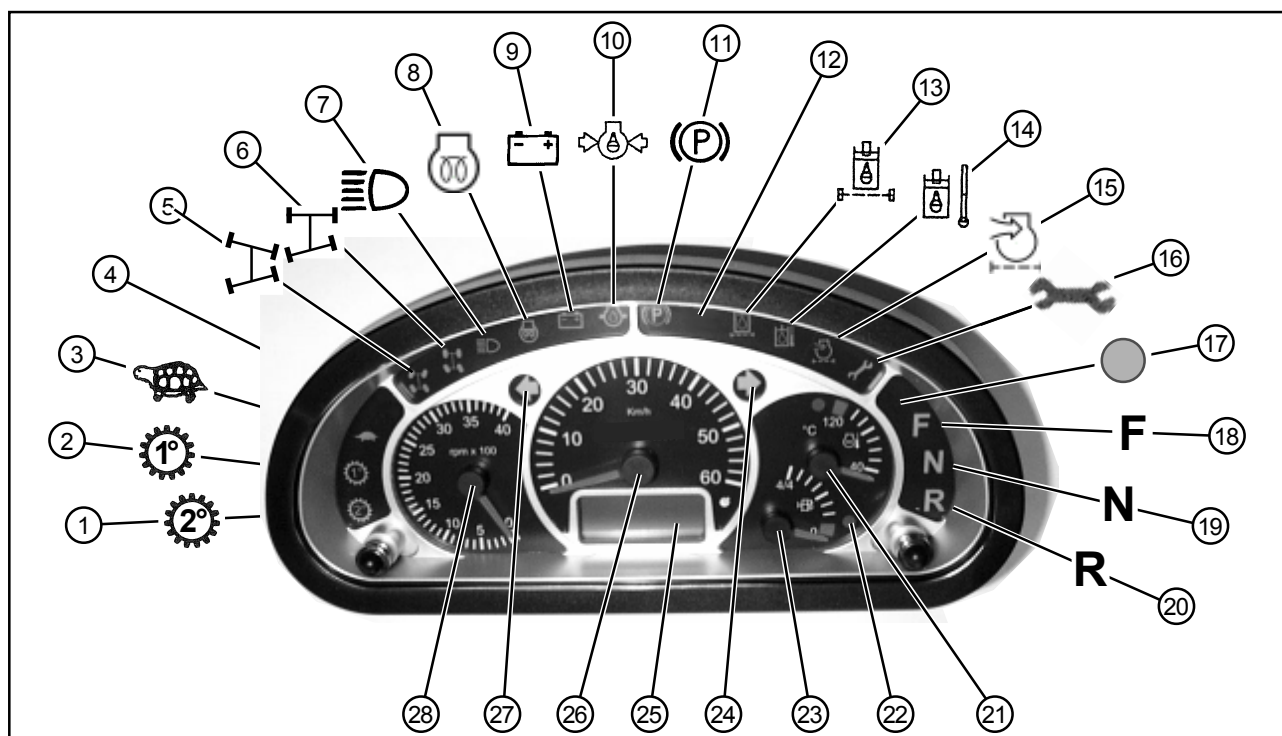

Bild 4-16
- 1 - Multifunktionspanel (siehe Kapitel 4.4.1 Bild 4-16)
- 2 - Kippschalter für Rundumkennleuchte (SA)